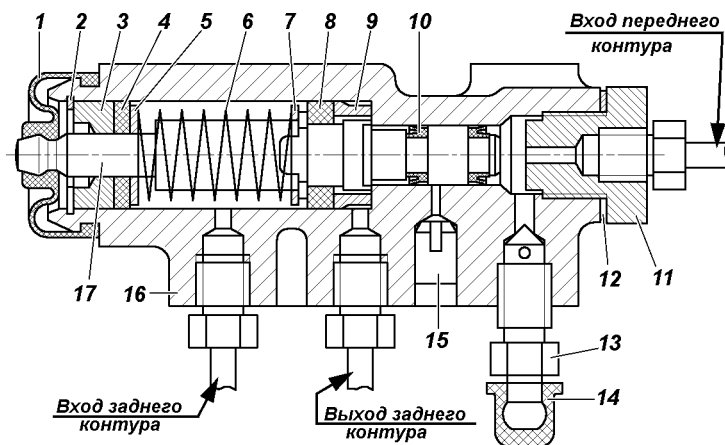

Рис. 9.25. Регулятор давления:
Регулятор давления. На автомобилях, не оснащенных антиблокировочной системой тормозов, устанавливается механический регулятор давления (рис. 9.25), который обеспечивает оптимальное распределение тормозных сил по осям автомобиля и не допускает блокировку задних колес раньше передних. При обслуживании проверяйте работоспособность регулятора давления. Очищайте регулятор от грязи и проверяйте надежность его крепления. Внешним осмотром убедитесь, что регулятор и детали его привода не имеют повреждений, отсутствуют подтекания тормозной жидкости и люфты в соединении стойки с упругим рычагом и кронштейном на заднем мосту.
3. Заверните болт 3 до соприкосновения его с хвостовиком поршня 17 (см. рис. 9.25) регулятора.